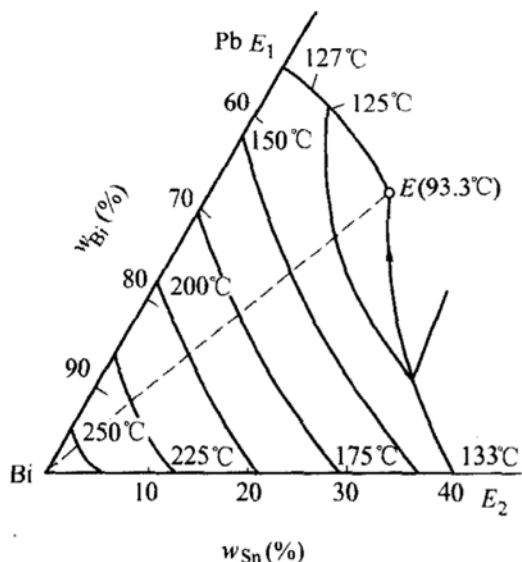

图 19-2 第二题第 6 小题图
6. (15 分) 请在图 19-2 所示的 Pb-Bi-Sn 相图中: